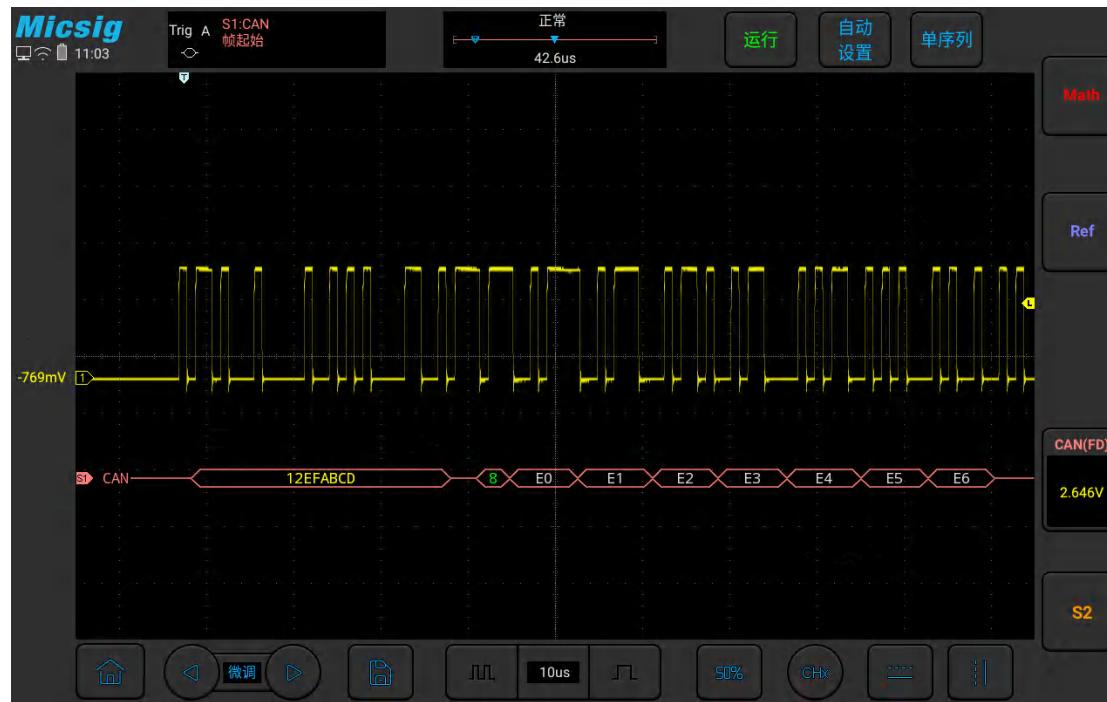

图11-16 CAN 图形界面
- (1) 轻点 S1 打开解码通道，向左轻扫 S1 打开总线配置菜单；
- (2) 选择总线类型为“CAN”，依次点选“Ch1”“CAN\_H”“500kb/s”，FD 波特率设置为“无”，设置完成后点按空白区域关闭菜单；
- (3) 打开触发方式配置菜单，点选“帧起始”；
- (4) 依据信号幅值调节阈值电平； CAN 触发图形界面见图 11-16：